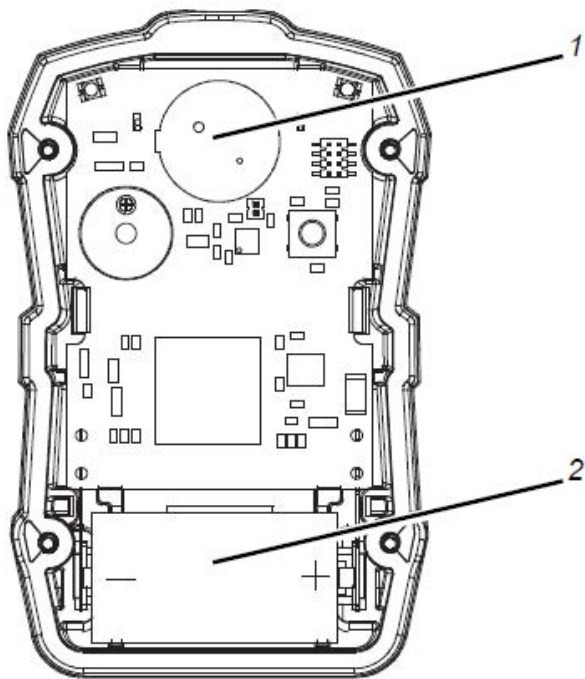

Figure 14 Remplacement de la cellule et de la pile
2. Retirer les quatre vis du boîtier et le boîtier avant pour accéder à la cellule (située en haut de l'appareil, à côté des voyants d'alarme → Figure 14).